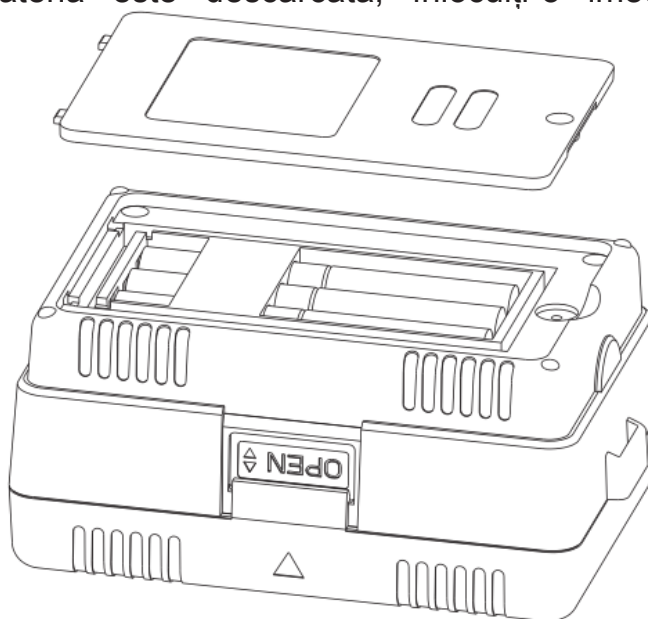

figura 4
7.1.1 Înlocuirea bateriei și reparații (a se vedea figura 4) După ce indicatorul afișează că bateria este descărcată, înlocuiți-o imediat după cum urmează: